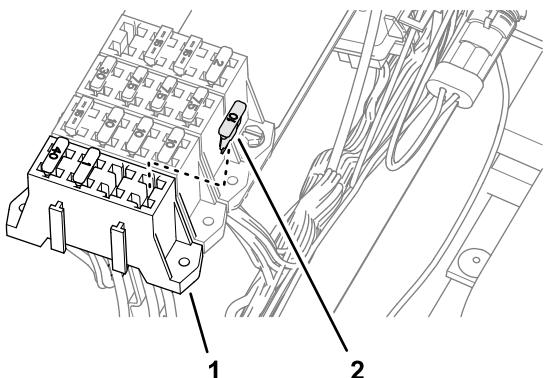

Рисунок 155
2. Вставьте предохранитель (10 A) в гнездо блока предохранителей (Рисунок 155) контура питания вспомогательных устройств, которое вы использовали при выполнении пункта 1.